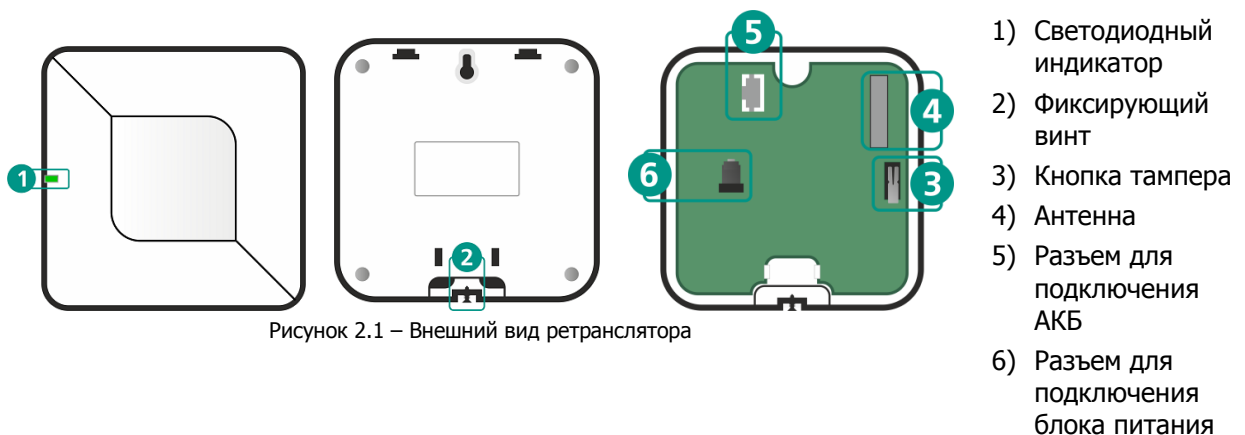
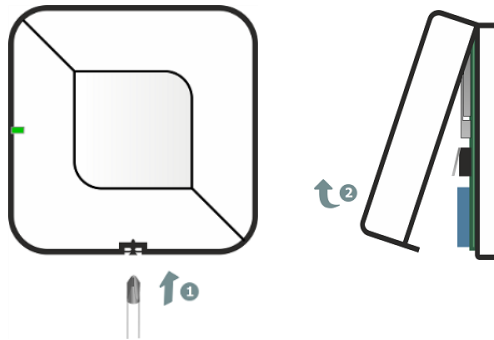
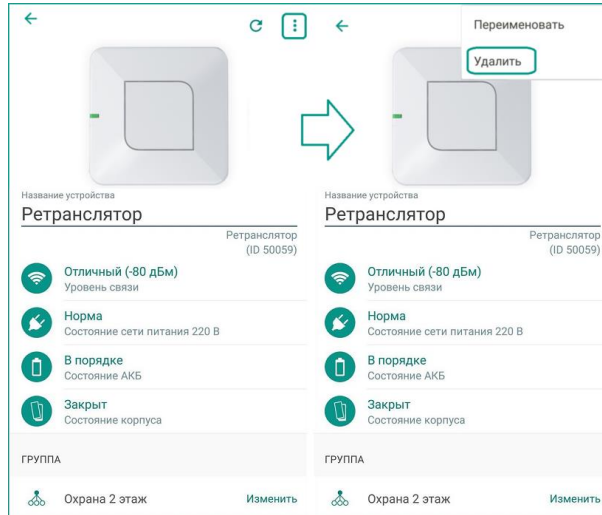

Рисунок 2.1 – Внешний вид ретранслятора
Рисунок 6.2 – Вскрытие корпуса ретранслятора
Рисунок 14.1 – Вызов меню на экране настройки ретранслятора
Ретранслятор оснащен встроенным тампером (3, рисунок 2.1) для контроля вскрытия корпуса.
2. С помощью индикации на ретрансляторе. Для этого вскройте корпус ретранслятора, если он был закрыт (см. рисунок 6.2), и дважды нажмите на кнопку тампера (3, рисунок 2.1). Посмотрите на индикатор ретранслятора. Соответствие уровня связи и индикации представлено в таблице 8.1.
1. Вскройте корпус ретранслятора, если он был закрыт (см. рисунок 6.2).
- 1) В приложении на экране настройки ретранслятора (см. рисунок 14.1). После удаления ретранслятора из приложения вскройте его корпус (см. рисунок 6.2) и полностью обесточьте ретранслятор (отключите АКБ и адаптер питания), чтобы датчики переключились на работу с хабом напрямую.
- 2) С помощью кнопки тампера (3, рисунок 2.1). Для этого вскройте корпус ретранслятора (см. рисунок 6.2) и полностью обесточьте ретранслятор на 30 секунд (отключите АКБ и адаптер питания). Зажмите кнопку тампера и подключите питание обратно, соблюдая указанную полярность. Удерживайте кнопку тампера, пока ретранслятор запускается (индикатор ретранслятора быстро мигает красным и зеленым цветами по очереди). Отпустите кнопку тампера и последовательно нажмите на нее не менее 5 раз с интервалом 0,5 – 1 сек. между нажатиями. Ретранслятор удален, если его индикатор начал мигать голубым цветом раз в секунду (индикация режима связывания).